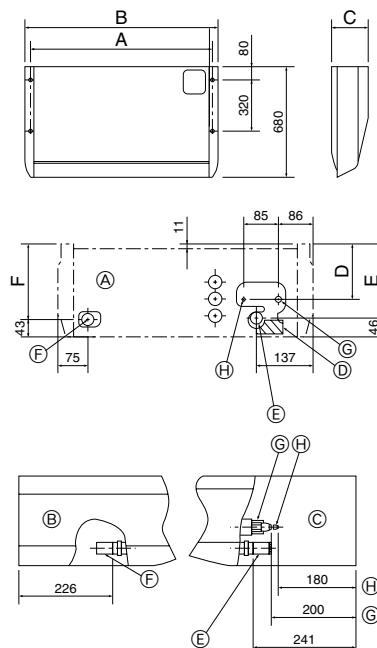

Fig. 3-2
①	Rondela	4 adet
②	Boru kapağı	1 adet büyük boy (gaz boruları için)
③	Boru kapağı	1 adet küçük boy (sıvı boruları için)
④	Bant	4 adet
⑤	Ek yeri soketi	1 adet üzerinde "UNIT" yazısı vardır
⑥	Soket kapağı	1 adet
⑦	Drenaj borusu kapağı	1 adet
3.2. Montaja hazırlık (Fig. 3-2)